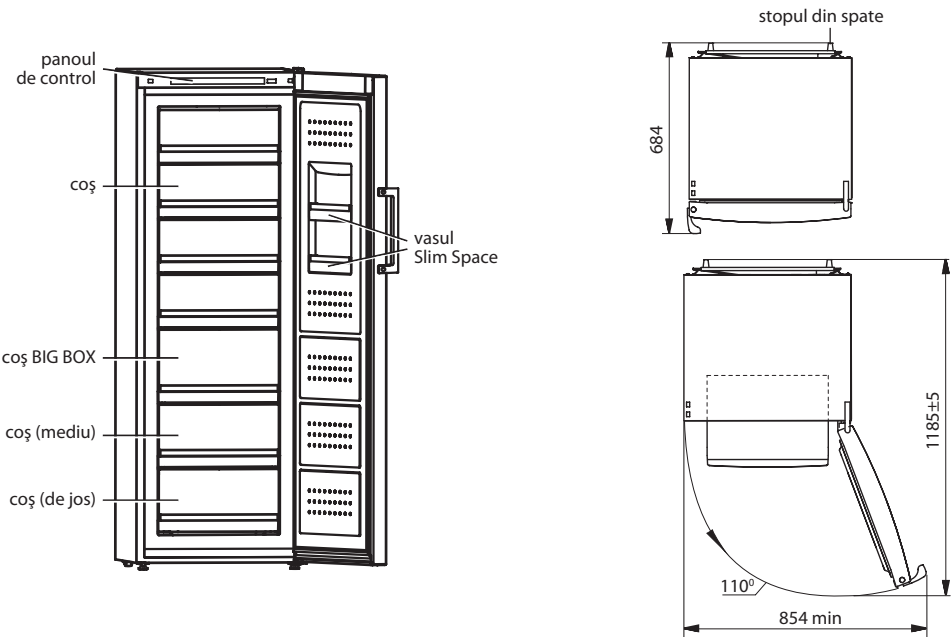

Figura 2 – Congelator (vedere de sus)
1.3 Spatiul total necesar pentru functionarea congelatorului este determinat de dimensiunile indicate in figura 2 in milimetri. Designul congelatorului asigura unghiul maxim de deschidere al usii – 110°. Pentru a evita deteriorarea, **NU INCERCATI SA DESCHIDETI** usa cu mai mult de 110°.